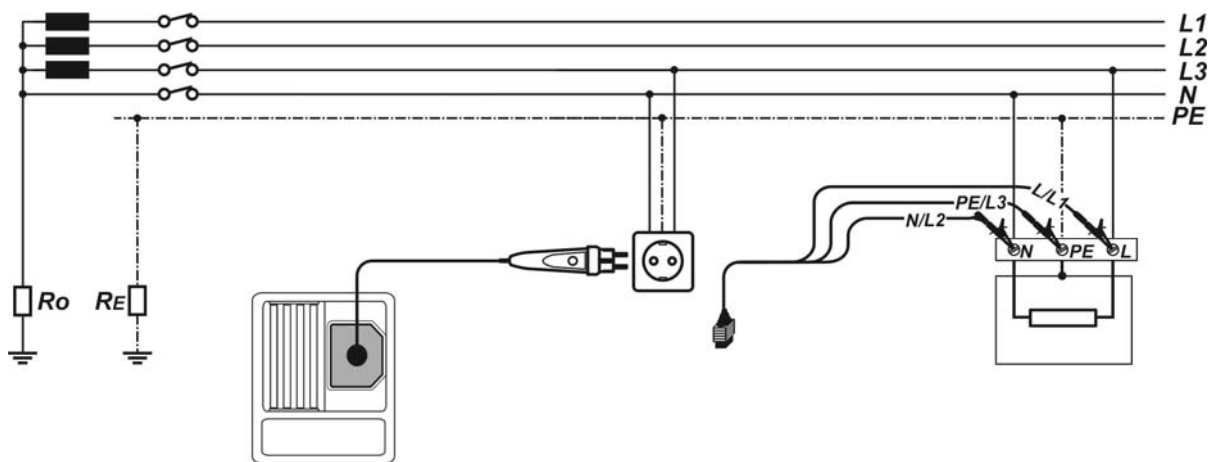

Рисунок 5.30: Подключение щупельного щупа «plug commander» и 3-х проводного тестового кабеля
- Подключите** измерительные щупы к тестируемому устройству (см. *Рисунок 5.30: Подключение штепсельного щупа «plug commander» и 3-х проводного тестового кабеля*).